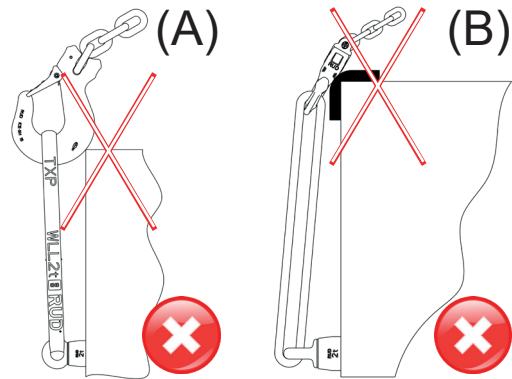

Abb. 10: (A) Verbotene Kantenbelastung (Haken)
- Das eingehängte Anschlagmittel muss in der TXP-Rundschlinge frei beweglich sein und darf sich nicht an der Lastkante abstützen oder über eine scharfe Kante umgelenkt werden (Abb. 10).